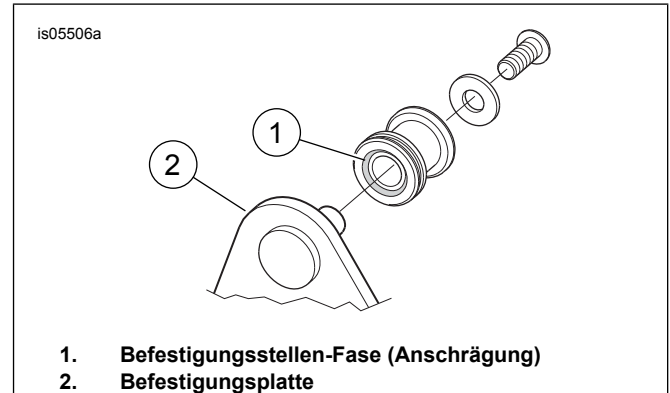

Abbildung 1. Einbau der Befestigungsstelle
**ALLE Modelle:** Siehe Abbildung 1. Die Befestigungsstellen so an den Befestigungsstellenplatten (2) anbringen, dass die Anfasung (1) der Platte zugewandt und die flache Seite nach außen gerichtet ist.